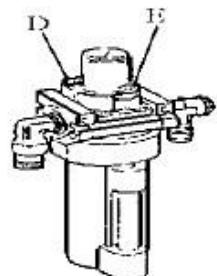

Fig. 9
- Vérifiez le niveau d'huile dans le nébulisateur, remplissez avec de l'huile SAE30 si nécessaire. Dévissez la vis (E) avec une clé hex. Enfoncez 5-6 fois la pédale d'ouverture/fermeture des mâchoires ou du plateau tournant, et vérifiez si l'huile du nébulisateur tombe goutte à goutte. Sinon, ajustez la vis (D) qui contrôle l'huile avec un petit tournevis (fig. 9).